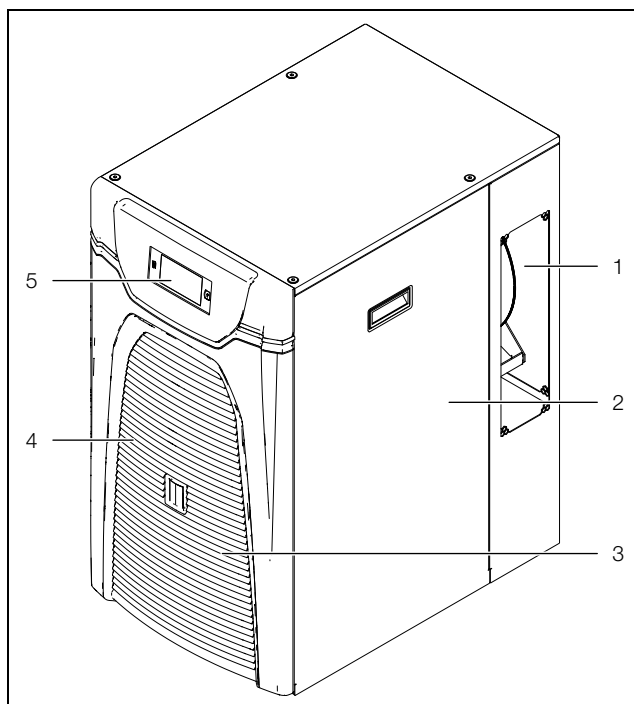
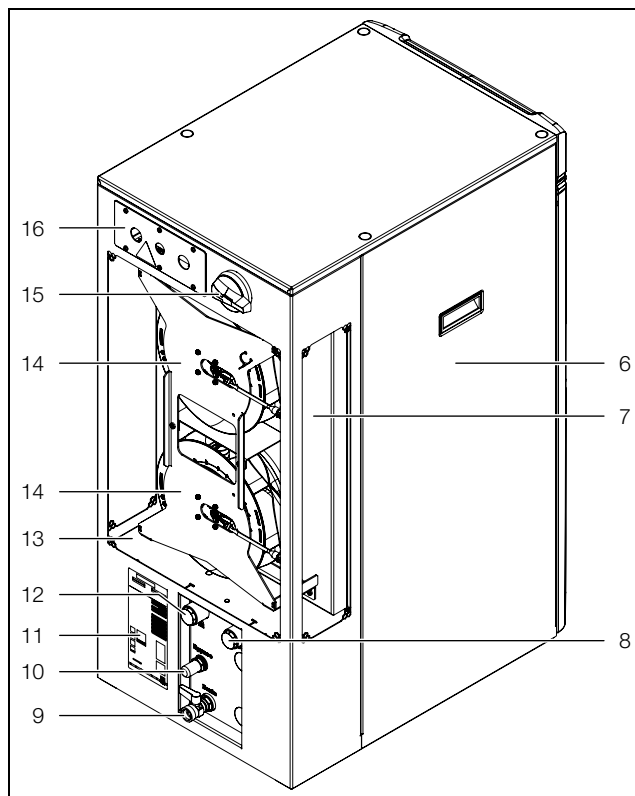

Fig. 1: Vista anteriore (3319100, 3320200 e 3334300)
Fig. 6: Vista posteriore (3334450)
**Legenda da fig. 1 fino a fig. 6**